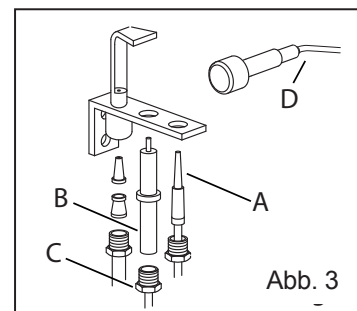

Abb. 3
- Thermosteuelement vom Zündbrenner abschrauben (Abb. 3/A)
- Hochspannungskabel von der Zündkerze trennen (Abb. 3/B)
- Mutter lösen (Abb. 3/C)
- Hochspannungskabel wieder anschließen (Abb. 3/B)
- Kabel von der Piezozündung trennen (Abb. 3/D)